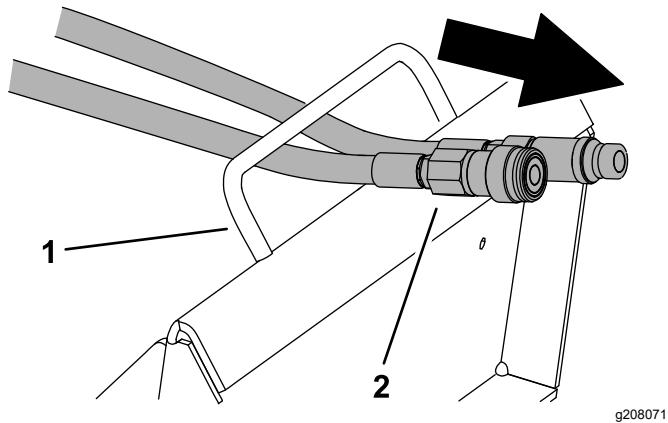

Figure 13
6. Faites passer les flexibles par l'arceau de passage (Figure 13).